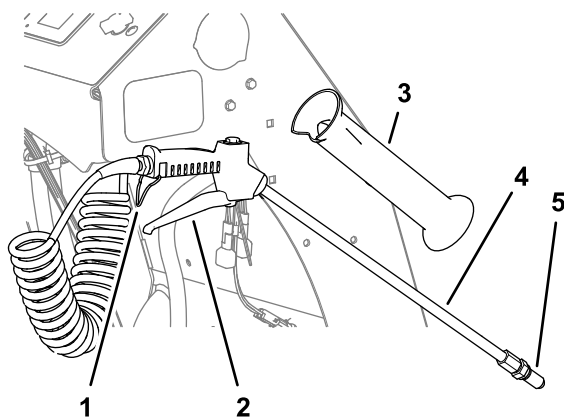

Figura 56
1. Retire la varilla del soporte del lado derecho de la máquina (Figura 56).
4. Apriete el gatillo contra la empuñadura de la lanza de fumigación para empezar a fumigar; bloquee el gatillo en esa posición si lo desea (Figura 56).
5. Cuando termine de fumigar, si bloqueó el gatillo de la lanza de fumigación, desbloquéelo y suelte el gatillo (Figura 56)
7. Coloque la lanza en el soporte (Figura 56).